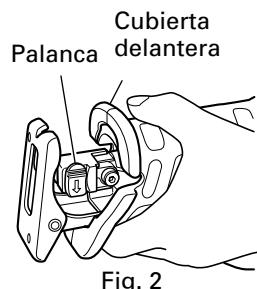

Fig. 2
(1) Conecte y desconecte varias veces el gatillo interruptor de manera que la palanca pueda salir completamente de la cubierta delantera. Seguidamente, desconecte el interruptor y desenchufe el cable de alimentación. (Fig. 2)
- (1) Conecte y desconecte varias veces el gatillo interruptor de manera que la palanca pueda salir completamente de la cubierta delantera. Seguidamente, desconecte el interruptor y desenchufe el cable de alimentación. (Fig. 2)
- No desmonte la cubierta delantera (consulte la Fig. 2).